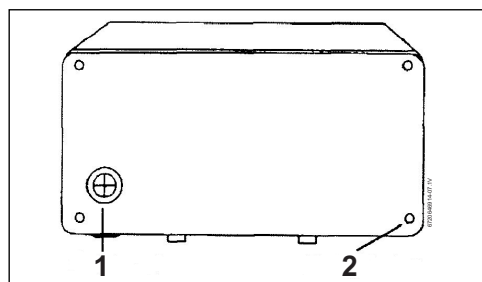

Fig. 6 Parte posterior de la unidad
- Si va por la parte posterior de la cubierta de la unidad, corte a través del ojal de la placa trasera con un cuchillo afilado. Asegúrese de no retirar la arandela de la placa posterior (Fig. 6):